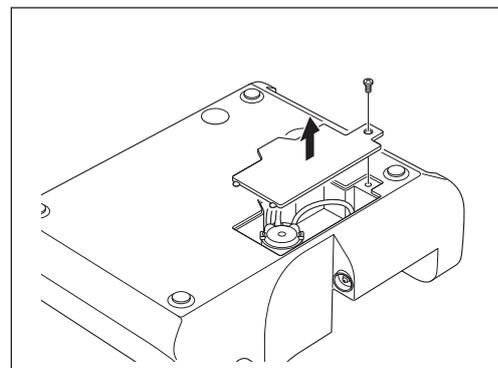

Fig. 50
- 2) Girare l'unità di controllo. Utilizzare un cacciavite a croce per rimuovere la vite sulla copertura del set pompa di irrigazione e, quindi, la copertura stessa. (Fig. 50).